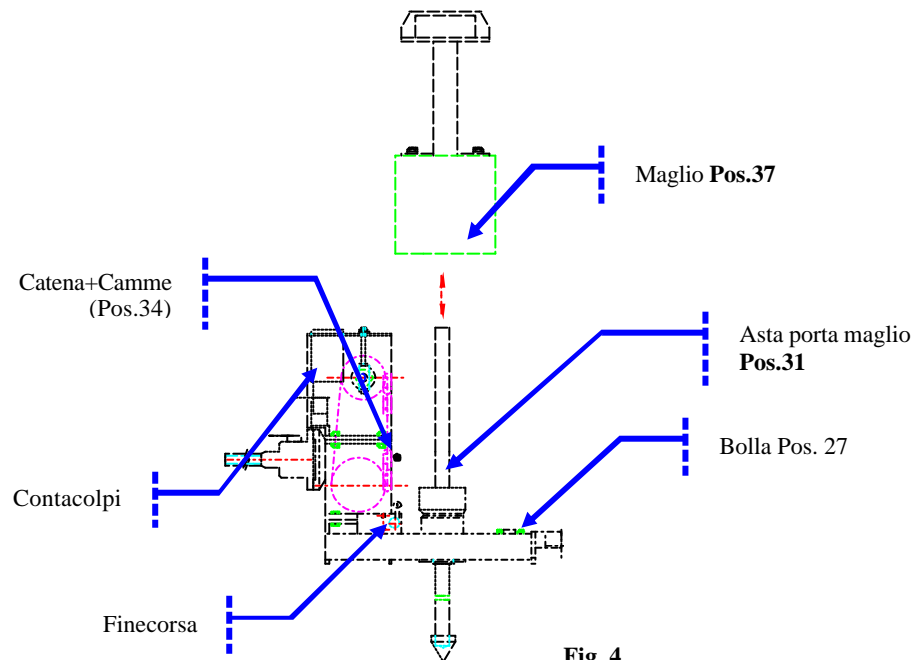

Fig. 4
9. Visionare sulla bolla (pos.27) assicurandosi che il sistema sia pressoché in verticale.
10. Prendere posizione vicino al gruppo incudine, assumere una corretta e comoda posizione ed avviare accelerando dalla levetta (pos.9) sino a circa 3/4 del massimo dei giri (percuSSIONE Max 45 colpi/min)
11. Automaticamente la corda si metterà in moto facendo ruotare la catena + camme (pos.34), che a sua volta solleverà il maglio (pos.37) per poi abbandonarlo da un'altezza di 20 cm. Il maglio cadendo, infigge l'asta e la punta nel terreno. La camme ogni volta che prende il maglio tocca la leva del finecorsa andando ad incrementare così i colpi fino a quel momento inflitti dal maglio all'incudine, e visualizzati sul display del contacolpi (fig.4).